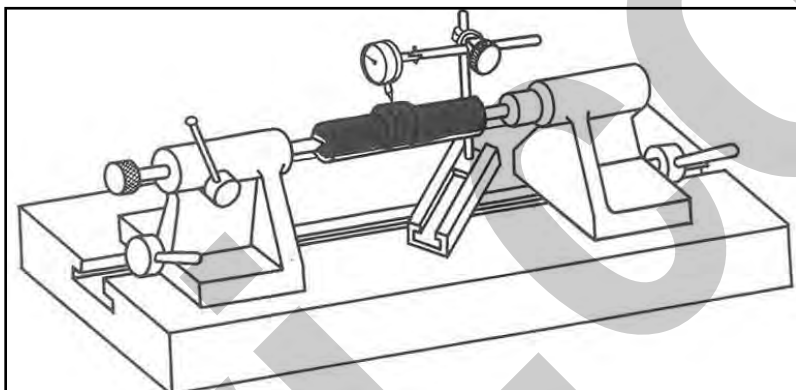

Figura 21 – Verifica dell'eccentricità del pezzo.
4. Se necessario, verificare l'eccentricità del pezzo, utilizzando un comparatore e facendo ruotare lentamente il pezzo (a mano) dopo averlo fissato tra le punte (vedere la Figura 21).